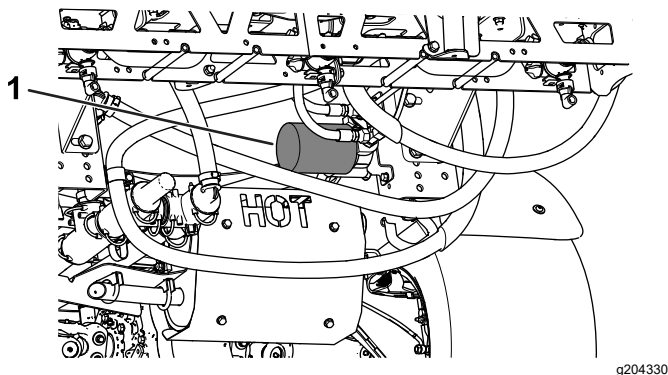

Figura 57
4. Retire o filtro (Figura 57).